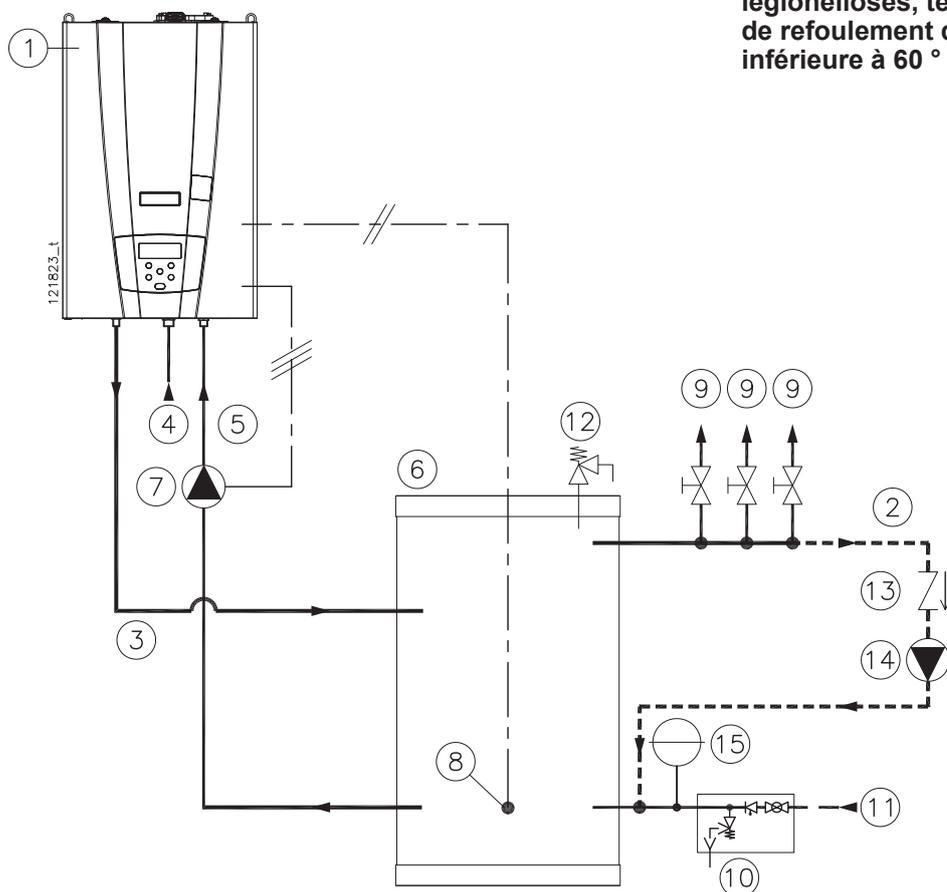

Figure 5-12 - Raccordement hydraulique au ballon
- 3.- Poser un câble électrique bipolaire avec une section minimum de 1,5 mm², allant de l'appareil au capteur de température du ballon et le raccorder sur l'appareil aux bornes «8» et «9» (SB);
- 5.- Insérer la sonde du capteur de température à l'intérieur du regard du ballon (voir les Figures 5-12 élément «8»);